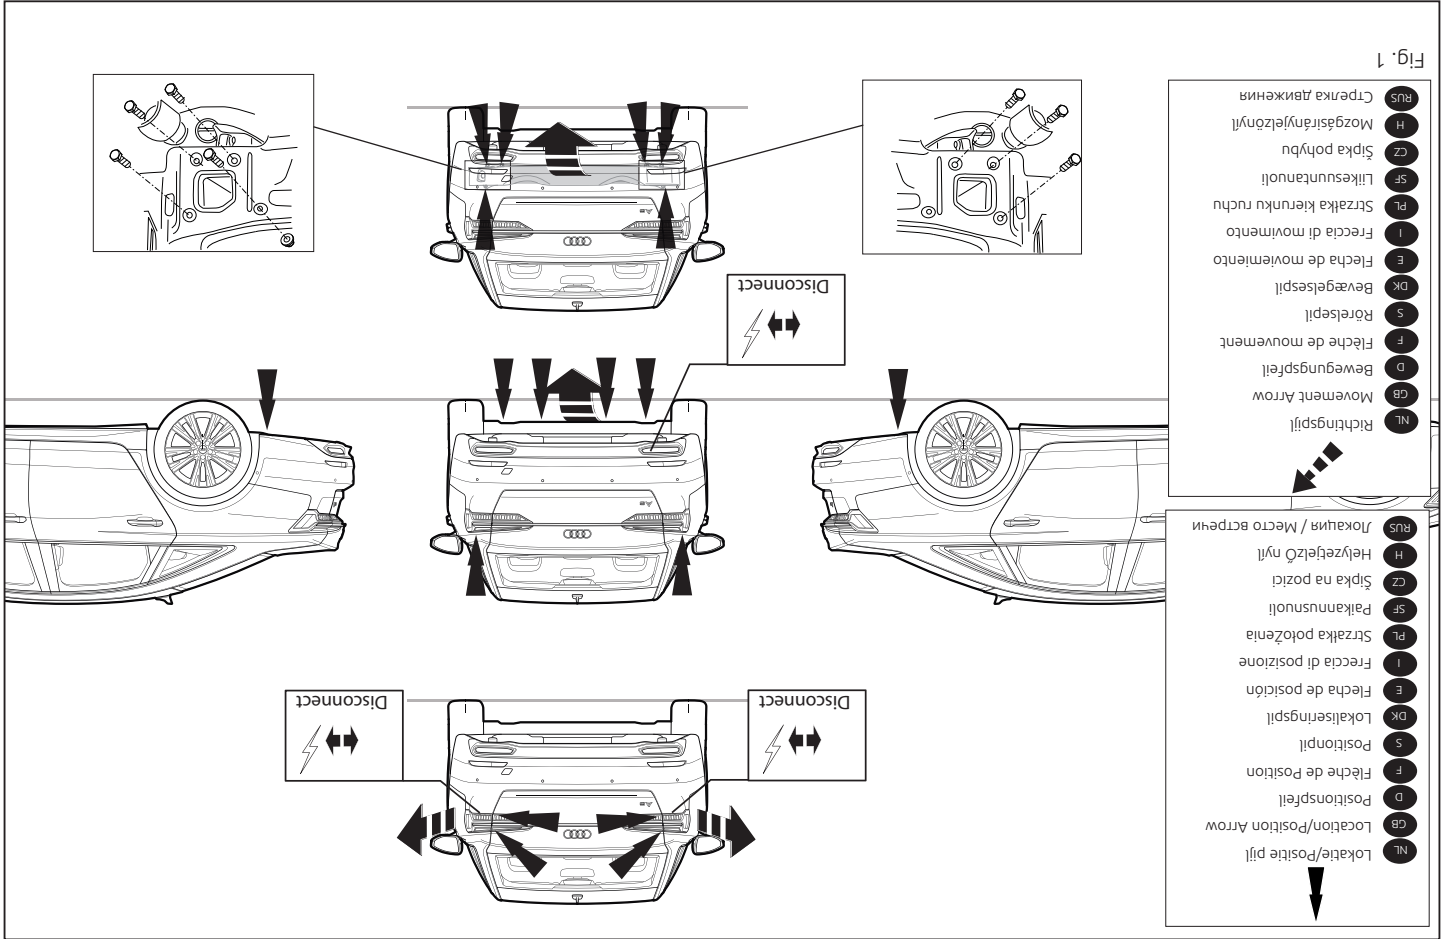

Fig. 1
1. Remove the bumper and the steel buffer beam from the vehicle. The buffer beam will no longer be needed. Replace the bolts and nuts. See figure 1.
1. Die Stoßstange einschließlich des stählernen Stoßbalkens vom Fahrzeug abmontieren. Der Stoßbalken wird nicht mehr benötigt. Schrauben und Muttern wieder anbringen. Siehe Abbildung 1.
на место. См. рисунок 1.